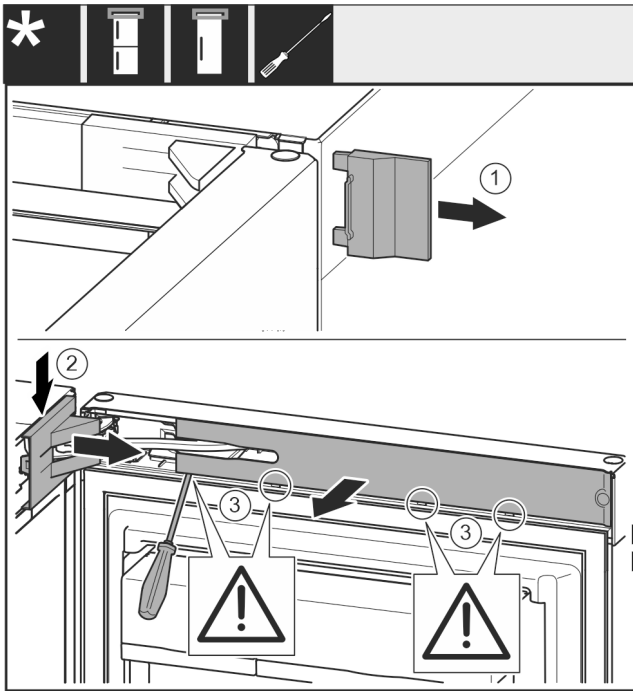

Fig. 10
- Vegye le a fedelet Fig. 10 (1).
- Pattintsa ki és oldja ki a csapágybak fedelét Fig. 10 (2).
- Vegye le a csapágybak fedelét Fig. 10 (2).
- Pattintsa ki a takarólemezt Fig. 10 (3) lapos csavarhúzóval, és fordítsa oldalra.